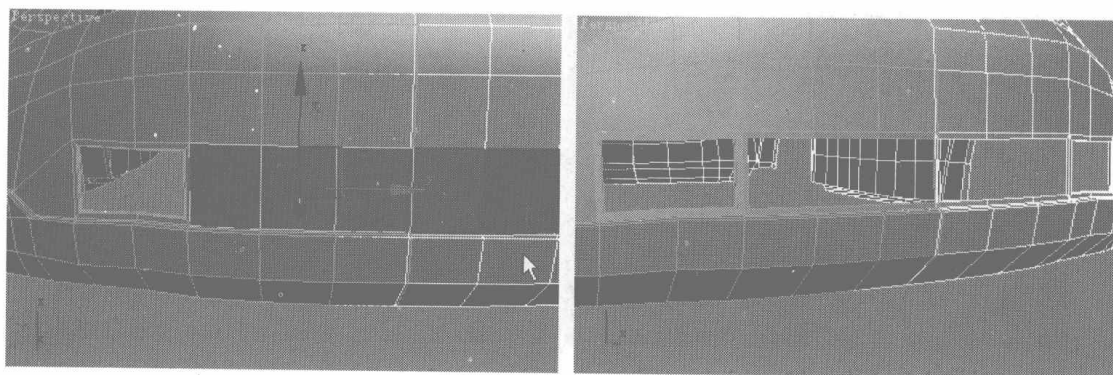
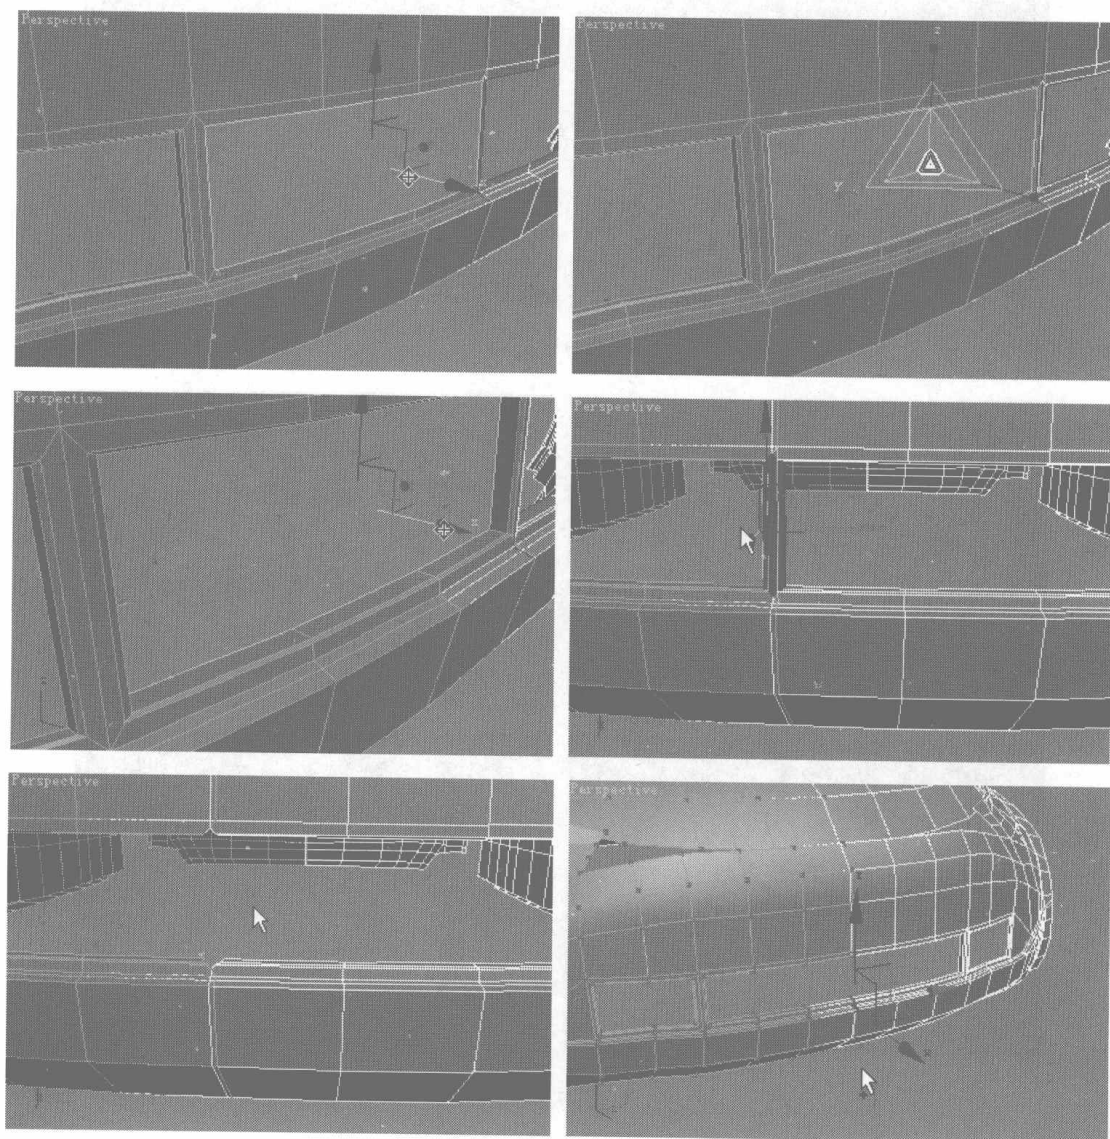

图 7.145
图 7.146
- 02** 选择汽车前面中间的面，单击 **Inset** 按钮右侧的小方块，在弹出的对话框中选择 Group 选项，单击 **OK** 按钮，添加新面。然后按 Delete 键，将该面删除。如图 7.145 所示。单击 进入边界物体层级，选择边缘曲线，按住 Shift 键，用缩放工具等比例复制面，然后沿着 X 轴，向内侧调整曲线位置，然后选择中间的面，按 Delete 键，将面删除，并且调整节点的位置，如图 7.146 所示。